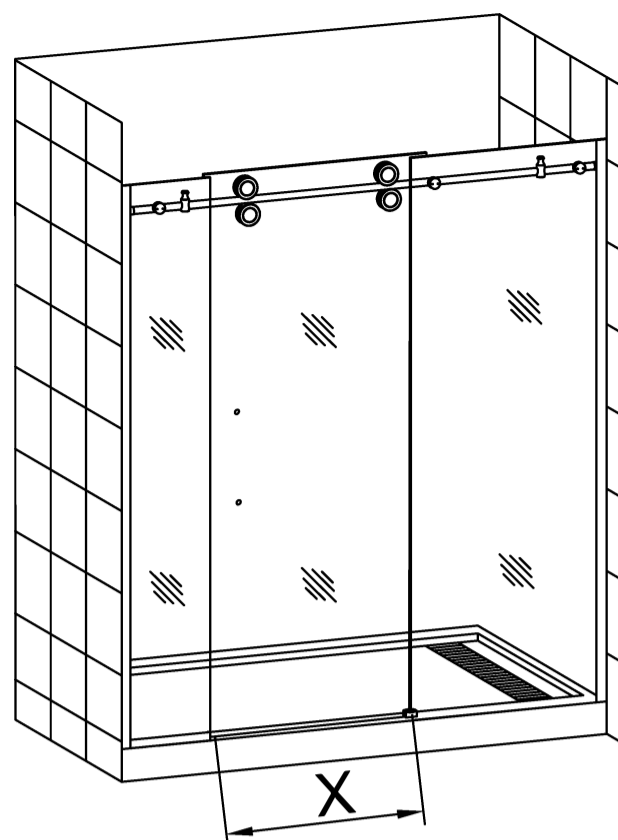

Fig.24
Mesurez la distance entre le petit verre fixe (19) et le grand verre fixe (3). Voir la Fig.24 pour plus de détails.